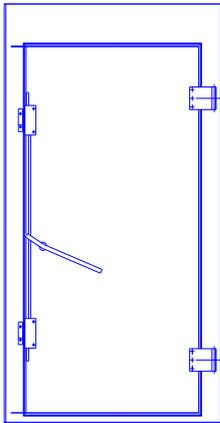

Abb. 3 Einfachflügel-Türe
- Einfachflügel-Türen (Abb. 3)